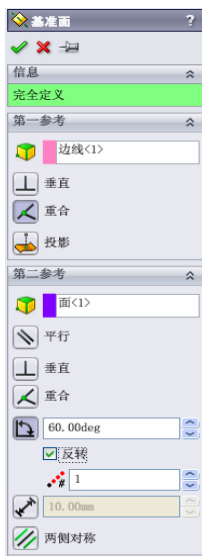

图 6-12 “基准面”属性管理器
④ 执行基准面命令。选择菜单栏中的“插入”→“参考几何体”→“基准面”命令，或者单击“参考几何体”工具栏中的“基准面”图标，此时系统弹出如图 6-12 所示的“基准面”属性管理器。